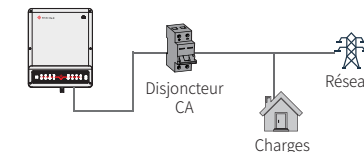

Fig. 17
2. Côté CA, le disjoncteur doit être connecté avant les charges (entre l'onduleur et les charges) (Fig. 17).